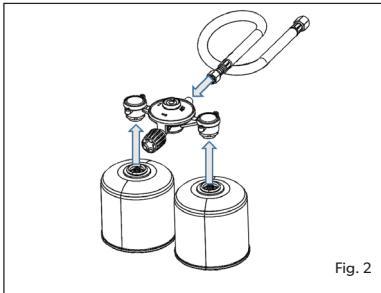

Fig. 2
- För in de två gaspatroner på enheten genom att skruva dem på plats (Fig. 2).